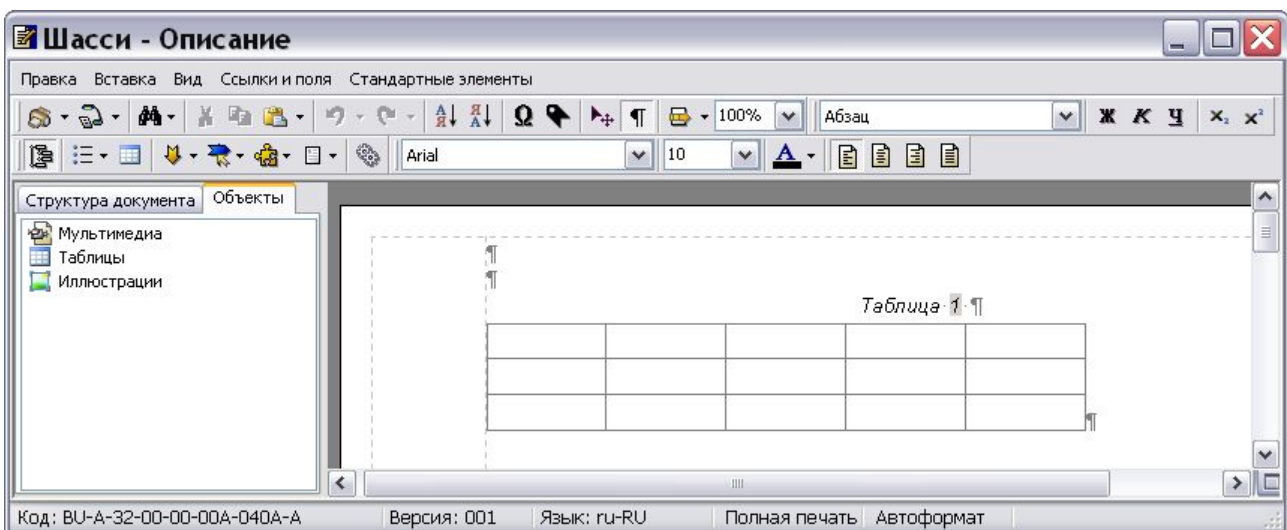

Рис. 3.91
4. После этого у таблицы появится заголовок (Рис. 3.91).